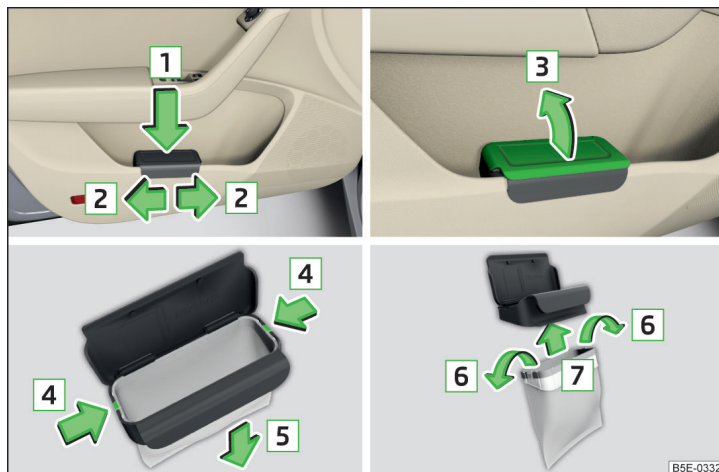

Fig. 91 Recipientul pentru reziduuri: introducerea și glisarea / deschiderea / înlocuirea pungii
- Împingeți recipientul pentru reziduuri în partea posterioară în sensul săgeții **1** » fig. 91.
- Scoateți recipientul pentru reziduuri în sens contrar săgeții **1** » fig. 91.
- Ridicați capacul în sensul săgeții **3** » fig. 91.
- Comprimați ambele elemente de fixare de pe margine în sensul săgeții **4** » fig. 91.